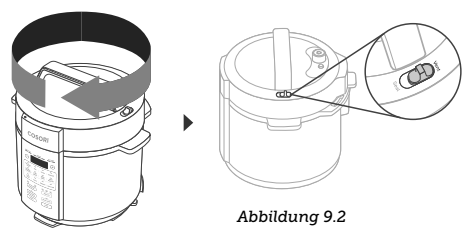

Abbildung 9.2
- 2. Schließen Sie den Deckel des Schnellkochtopfs und drehen Sie ihn im Uhrzeigersinn zu. Stellen Sie den Dampfablassschalter auf „VENT (Entlüften)“ [Abbildung 9.2]